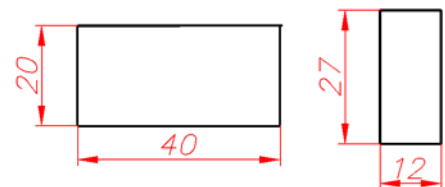

Рис. 5.4
**Ваш ответ:** Указать начало второй выносной линии. Далее нужно указать местоположение размерной линии (рис. 5.4).